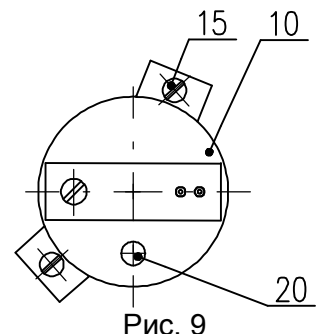

Рис. 9
4.5 Установка емкостного датчика (рис.9)